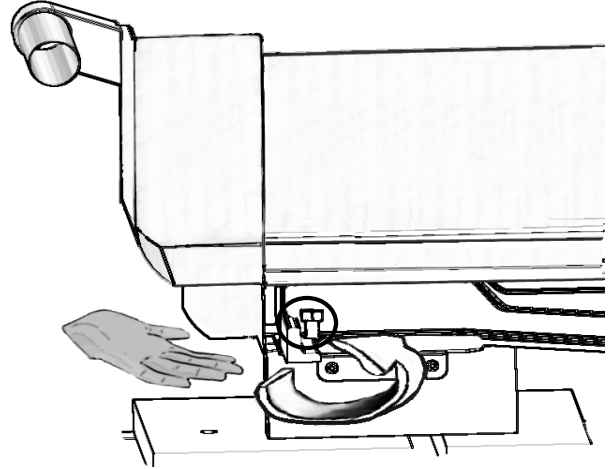

Figure 6: Retirez le boulon de palette
- Modèles PRDS48JDSGU/C :** Pour avoir accès au boulon de la palette situé derrière le tiroir chauffant, atteignez le boulon situé en haut et derrière la structure de l'appareil et tenez-le en place à l'aide d'une clé de ½ po (voir Figure 6). Utilisez une deuxième clé pour desserrer le boulon situé en bas. N'enlevez **PAS** le tiroir chauffant.